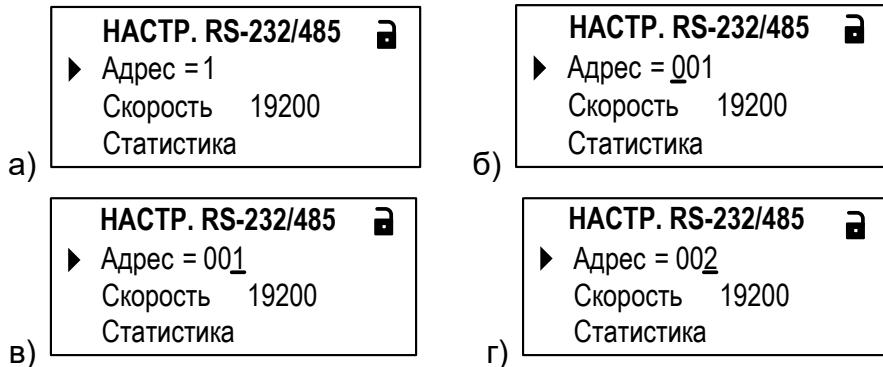

Рис.11. Вид окна индикации при вводе значения параметра поразрядно.
6.3.5.1. В соответствующем меню кнопками , выбрать нужный параметр, установив курсор ► слева от обозначения этого параметра (рис.11.а), и нажать кнопку . При этом появляется индикация курсора — под старшим разрядом индицируемого числа (рис.11.б).
6.3.5.2. Кнопками , установить курсор — под редактируемым значением разряда числа (рис.11.в), а кнопками , установить требуемое значение для выбранного разряда (рис.11.г).